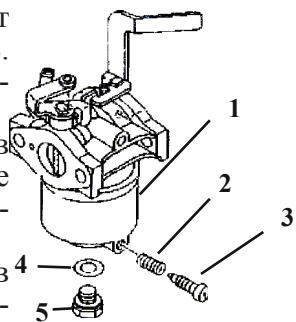

рис. 6
6.5.3 Слейте топливо из поплавковой камеры карбюратора, вывинтив пробку **3** (рис. 6) После слива установите пробку на место и затяните.
6.5.4 В модификациях в которых отсутствует винт слива, топливо сливать вывинтив болт **5** (рис. 6) крепления поплавковой камеры **1** (рис. 6), придерживая камеру.